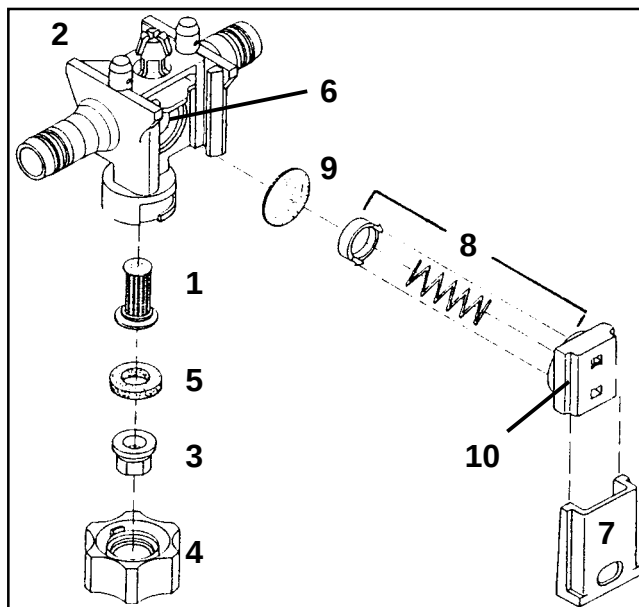

Fig. 9.14
- Montering af dysefilteret (fig. 9.14/1) nedefra ind i dysehovedet (fig. 9.14/2).
- Dysen (fig. 9.14/ 3) sættes ind i bajonetmøtrikken (fig. 9.14/ 4).
- Montering af gummipakning (fig. 9.14/5) over dysen.
- Skoddet (fig.9.14/ 7) trækkes ud af dysehovedet (fig. 9.14/ 2) i retning mod bajonetmøtrikken.
- Fjederelement (fig. 9.14/8) og membran (fig. 9.14/9) tages ud.
- Membransædet (fig. 9.14/6) rengøres.